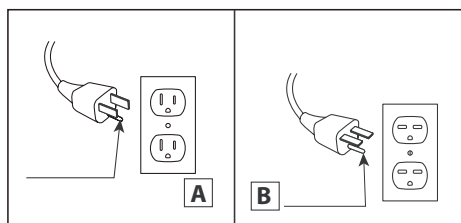

Fig.1
12. Brancher uniquement dans une prise de courant munie d'une mise à la terre. Cet appareil de chauffage a été conçu pour être utilisé sous une tension de 120 V. La fiche du cordon est montrée à la figure 1 en A. Ne pas utiliser d'adaptateur de 3 broches à 2 broches. Ne jamais utiliser avec une rallonge ou une barre d'alimentation (multiprises).